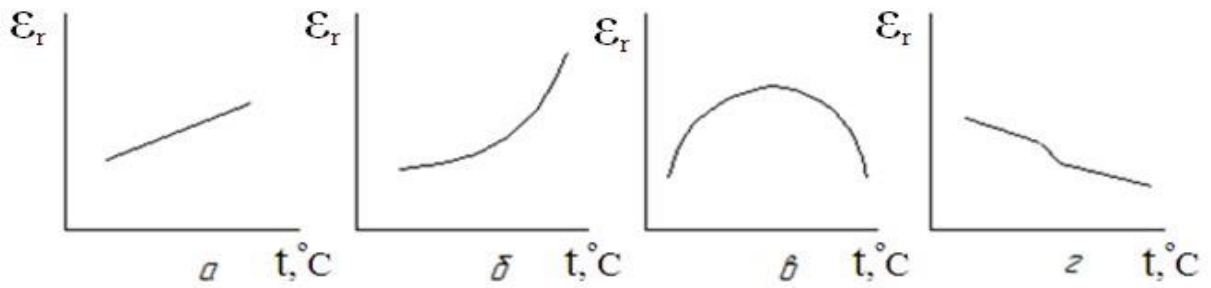

Рис. 1.3
Вопрос 1.7. На рис. 1.3 приведены кривые зависимости диэлектрической проницаемости от температуры для диэлектриков с различными механизмами поляризации. Укажите, которая кривая заснята для нейтрального диэлектрика?
1. Рис. 1.3, а.
2. Рис. 1.3, б.
3. Рис. 1.3, в.
4. Рис. 1.3, г.